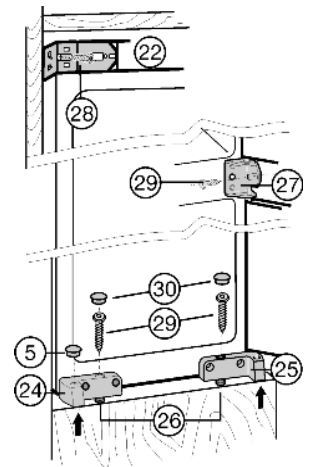

Fig. 15
- ▶ Закрепите устройство сверху: Прижмите устройство к мебельной стенке и завинтите винт для стружечной плиты *Fig. 15 (28)* через крепежный уголок *Fig. 15 (22)*.
- ▶ Зафиксируйте устройство посередине: с помощью крепежного винта *Fig. 15 (27)* и винта для стружечной плиты *Fig. 15 (29)*.
- ▶ Закрепите устройство снизу: при помощи винтов для стружечной плиты *Fig. 15 (29)* через регулировочные винты *Fig. 15 (26)* в кронштейне *Fig. 15 (24)* и кронштейне *Fig. 15 (25)*.